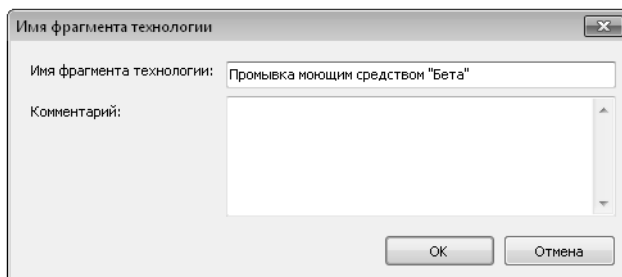

Рис. 9.4.
- 17.5. В появившемся диалоге **Имя фрагмента технологии** введите — *Промывка моющим средством «Бета»* (рис. 9.4) и нажмите кнопку **ОК**.